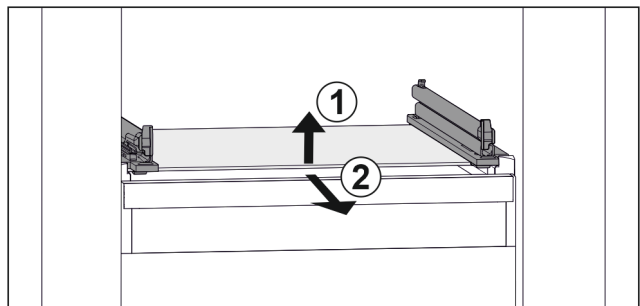

Fig. 30 Beispielhafte Darstellung der Glasplatte
- ▶ Glasplatte vorne anheben. Fig. 30 (1)
- ▶ Glasplatte nach vorne entnehmen. Fig. 30 (2)